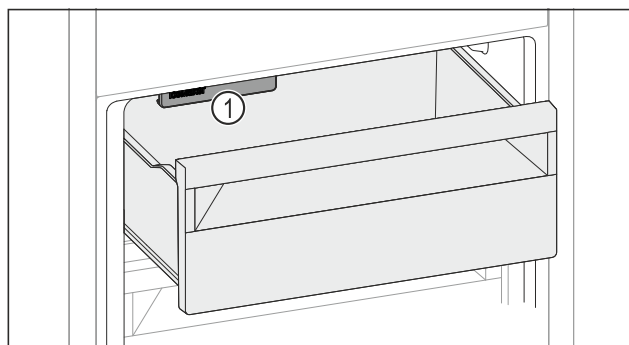

Fig. 115
- Tenere in considerazione l'IceMaker Fig. 115 (1).